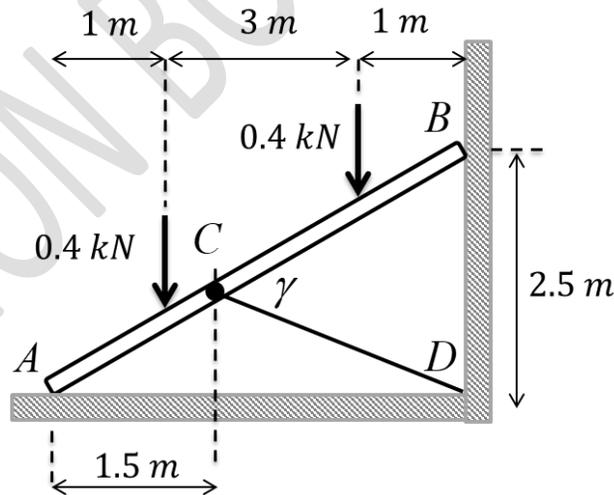

Fig. 9.3.
9.3.- Una varilla homogénea de largo L y peso $w = 1 \text{ (kN)}$ está apoyada en una pared vertical y un piso horizontal, ambos sin roce. La varilla está sometida a dos fuerzas verticales, ambas de 0.4 (kN) y amarrada por una cuerda CD. Los puntos de aplicación de las diferentes fuerzas en la varilla se indican en la Fig. 9.3.